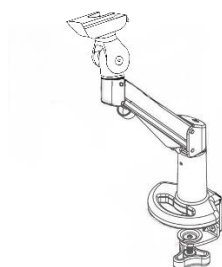

Figure 5 - Support de dispositif
2. **Support de dispositif** (Figure 5) : chaque dispositif est fourni avec un support de dispositif. Ce composant permet de supporter le dispositif pendant les mesures. Sa conception permet à l'utilisateur d'ajuster la hauteur et l'angle du dispositif pour réaliser le test avec le patient dans la position correcte.